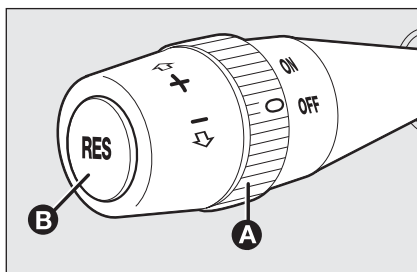

fig. 75
Tourner le sélecteur **A-fig. 75** en position **ON**.
- ☐ tourner le sélecteur **A-fig. 75** sur **ON** et appuyer sur la pédale de l'accélérateur jusqu'à atteindre la vitesse souhaitée ;
- ☐ appuyer sur la touche RES **B-fig. 75**.
Tourner le sélecteur **A**-fig. 75 sur **OFF** ou la clé de contact en position **STOP**. De plus, le dispositif se désactive automatiquement en appuyant sur la pédale du frein ou d'embrayage.